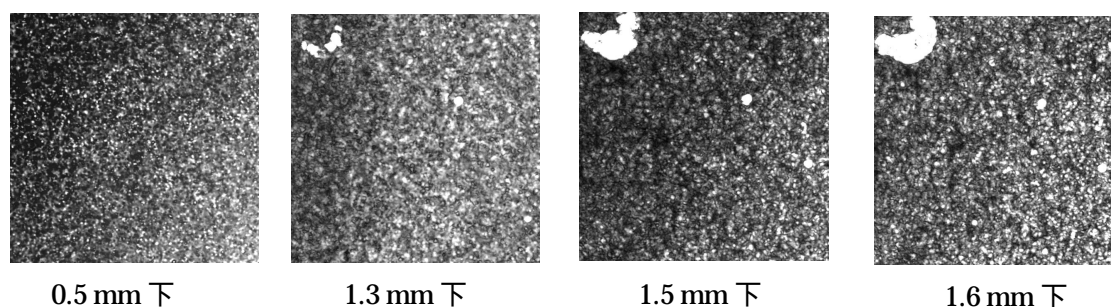
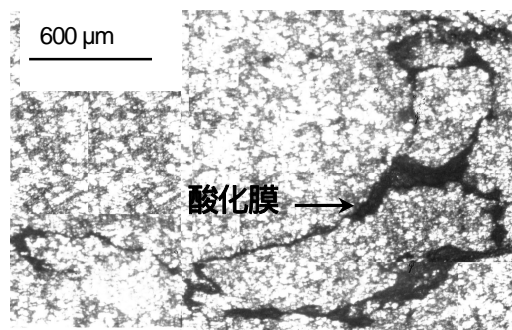
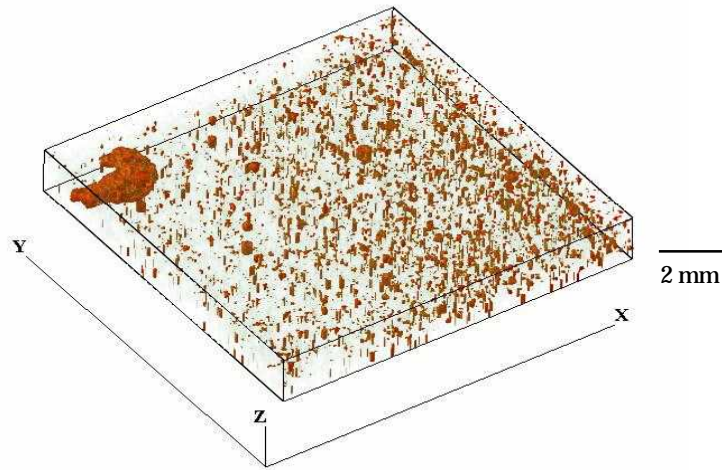

図 1 表面から内部までの音響画像
図 2 酸化膜を含む破面相識
図3 AVS で作成した表面から 2 mmまでの画像
**方法:** 本研究では、厚さ 4 mm、長さ 300 mm、幅 100 mm のアルミニウム合金ダイカスト平板 (ADC12) (Fig. 1) を製造し、実験に供した。鑄造に際してゲートを広く取り、粗大な破断チル層が平板中に混入するようにした。
**結果:** 図 1 に、表面下 0.5 mm の位置から 0.1 mm 間隔で表面下 2 mm の位置まで撮影した音響画像の例を示す。音響画像には明るい部分と暗い部分と灰色の部分が見られる。次にダイカスト平板を切断し同じ位置を確認した。図 2 に断面相識を示す。音響画像中の明るい領域は断面中の酸化膜と一致した。この鑄造欠陥を三次元的に観察するために、AVS ソフトを使って表面下 2 mm までの画像を結合し、三次元画像を作成した。図 3 には三次元画像を示すが、平板の中の酸化膜が明瞭に表されている。